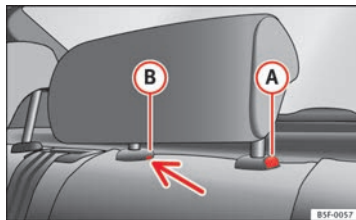

Fig. 76 Appuie-tête central arrière : point de déverrouillage
- Pour régler l'appuie-tête à une hauteur inférieure, appuyez sur la touche (A) ⇒ fig. 76 et déplacez-le vers le bas.
- Appuyez sur la touche (A) ⇒ fig. 76 et retirez en même temps l'appuie-tête du dossier ⇒ ⚠.
- Introduisez un tournevis dans la position (B) du trou et retirez en même temps l'appuie-tête du dossier ⇒ ⚠.